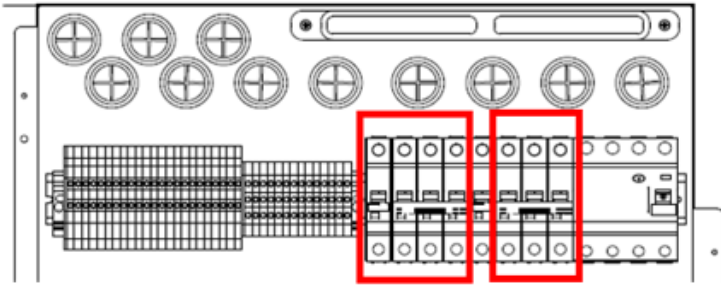

Abbildung 1: MCB B16 1P, MCB B16 3P, MCB C20 3P
- Abschaltung von MCB B16 1P und MCB B16 3P (Abbildung 1).